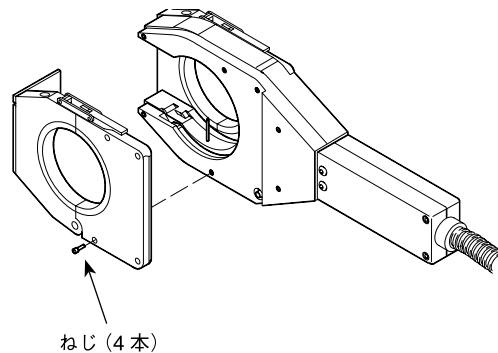

図14：左サイド・プレートを取り外す
- 左のサイド・プレートの4本のネジを取り外します。図14をご参照ください。